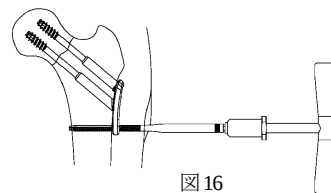

図 16
- 3) 骨質が硬い場合は、T ハンドル (L) を接続したロッキングスクリュー用タップにてプレタッピングを行います。 (図 16)